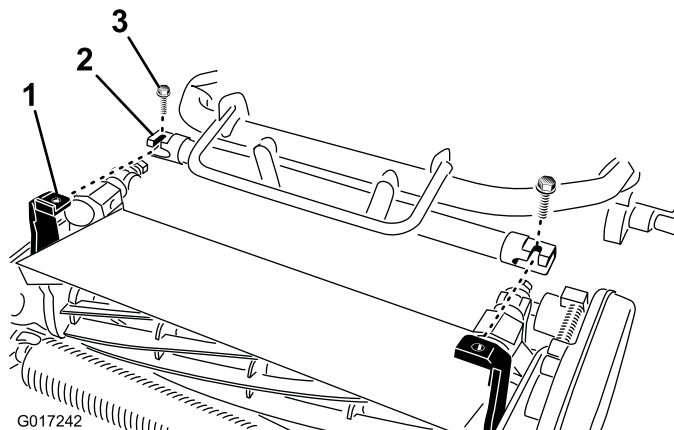

图5
4. 向前推动主机框架（图5），直至其与滚刀组旋转臂完全接合。
5. 使用 2 颗 3/8 x 3/4 英寸（0.95 x 1.90 厘米）螺栓将主机框架固定到滚刀组旋转臂上（图5）。